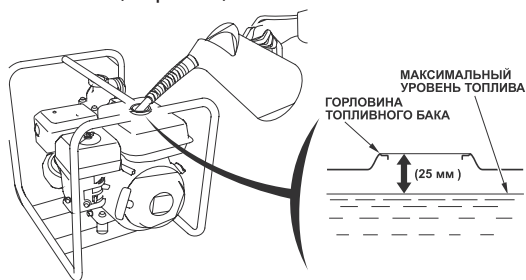

Рис.17 Заправка топлива
8.3.2. Снимите крышку топливного бака и проверьте уровень топлива. Если топлива мало, заправьте топливный бак (см.рис.17).